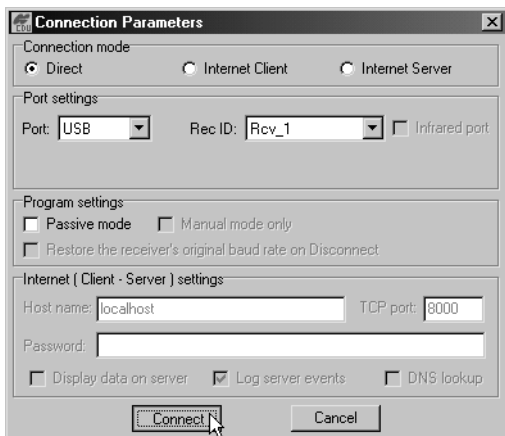

Figura 2-11. Parámetros de Conexión USB
- Para las conexiones USB (Figura 2-11 en la página 2-18):
- Seleccione la identificación (ID) del receptor de la lista desplegable Rec ID.